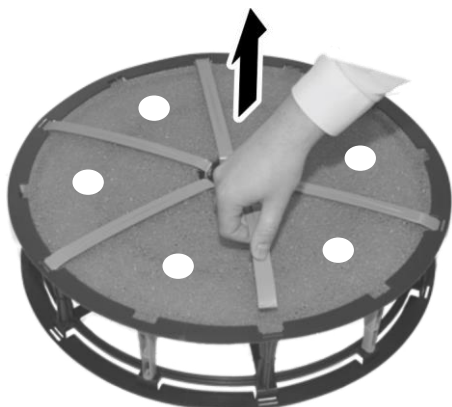

Abb. 23: Filterhalter lösen und Befestigungsstifte entfernen.
4. → Filterhalter von der Filtertrommel lösen und hochklappen. Die weißen Befestigungsstifte entfernen und beiseite legen. (Abb. 23).